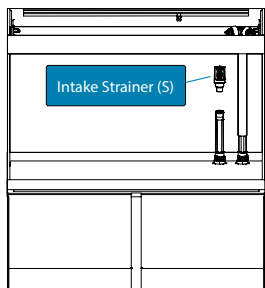
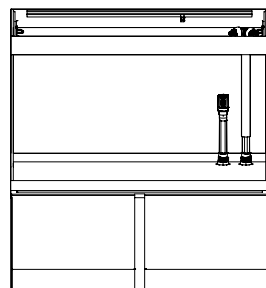
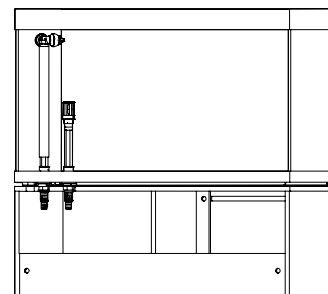

Fig. 5
Fig. 6
Fig. 7
- Introduceți filtrul de admisie (S) pe tija conectorului (A) (Fig. 5). Rezultatul final al instalării este prezentat în Fig. 6 și Fig. 7.